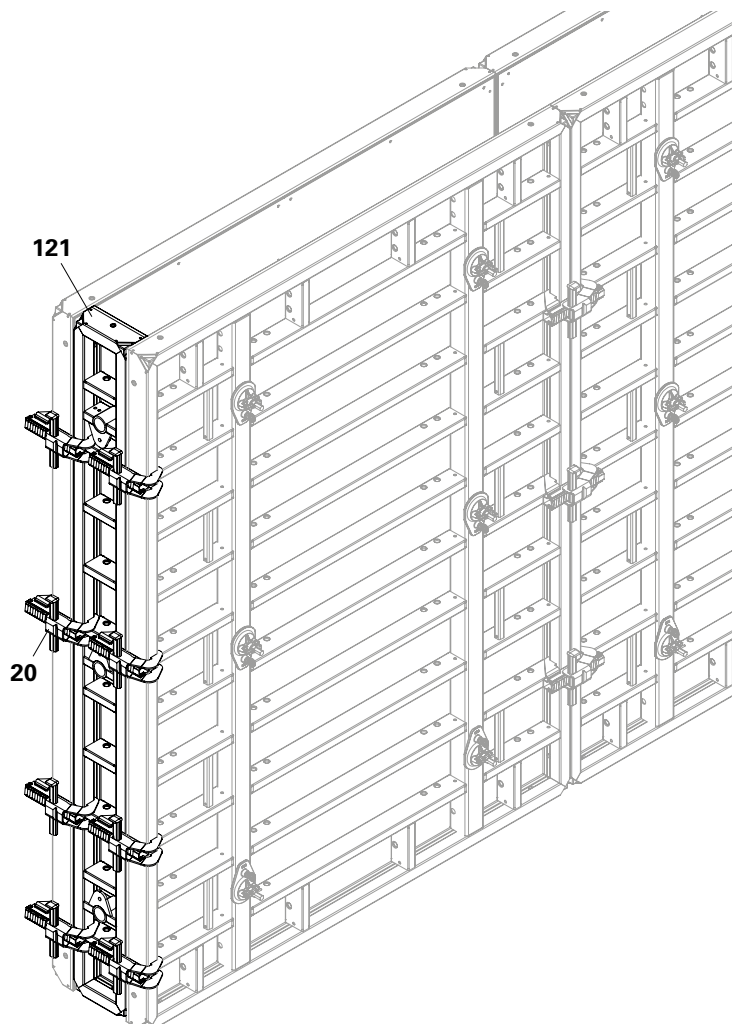

Fig. C10.06
Utiliser le panneau MX 330 x 30 (121) en tant que panneau de coffrage pour l'épaisseur de voile 30 cm. (Fig. C10.06)